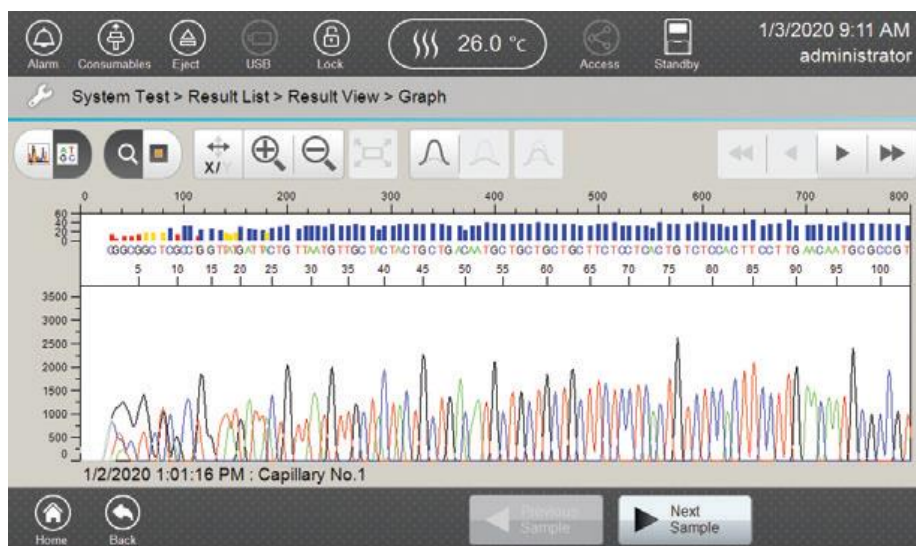

図 231 選択したサンプルの Sequencing System Test の Graph 画面
8. Graph 画面（図 231）のサンプルのデータを確認するためには、フッターの View を選択します。この画面でのアイコン類の定義や使用方法については、セクション 5.7 の Run のモニタリングで記載されている Results タブをご参照ください。